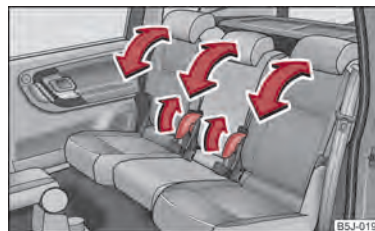

Fig. 38 Regolazione dello schienale ▶
- Tirare la leva ⇒ fig. 38 e regolare l'inclinazione desiderata dello schienale.
- Tirare la leva ⇒ fig. 38 e ribaltare lo schienale completamente in avanti.